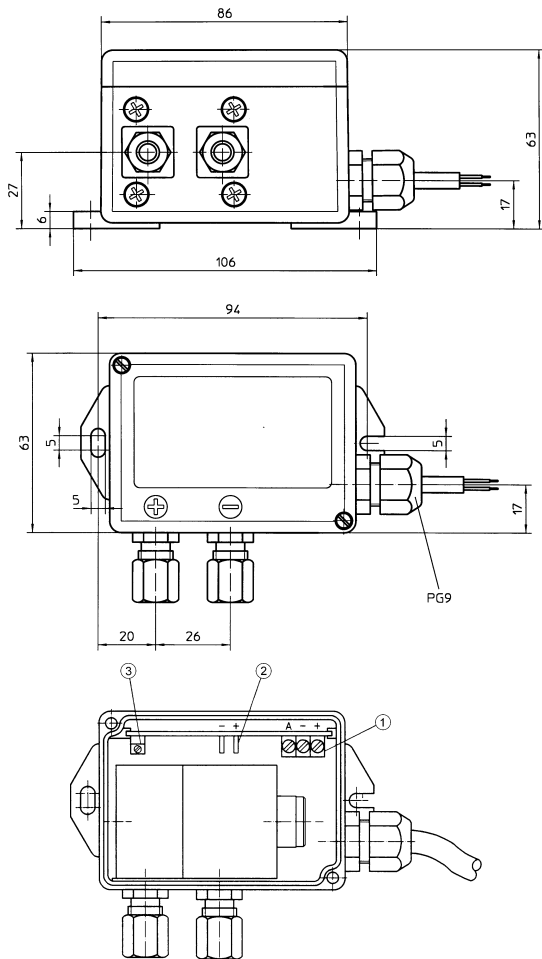

Fig. 4 DDG
4.1.4 Drukverschiltransmitter DDG (Fig. 4/5)